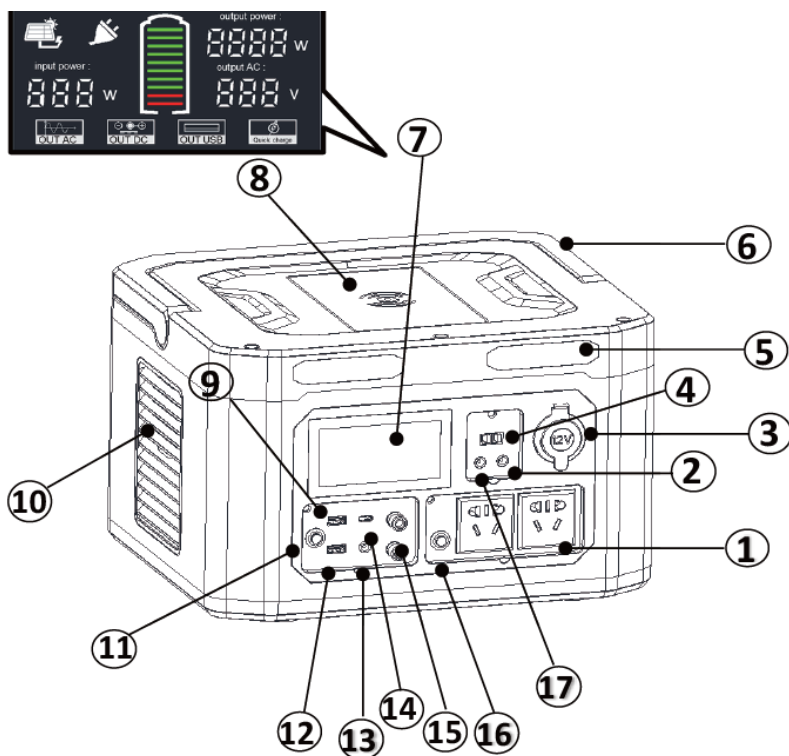

Рисунок 1
Зовнішній вигляд виробу і розташування основних частин див. Рисунок 1.
- 1) Вставте оригінальний стандартний адаптер 25,5В/5А (або 25,5В/8А для CN-2000W) з розетки 220В у «порт зарядки адаптера» ⑬ Рис.1
- 2) Вставте вихідний порт автомобільного прикурювача або сонячної панелі з характеристиками 18 В / (≥ 150 Вт) у «порт зарядки автомобіля/сонячної зарядки» ⑭ Рис.1
- 3) Вставте пристрій швидкої зарядки (25,5 В/15 А) у «порт швидкої зарядки» ⑮ Рис.1